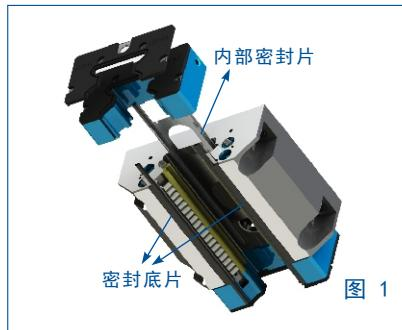

图 1
- 1) 采用密封端盖和密封底片，以防止尘埃、杂物进入滑块内部，如图1所示。
- 2) 内部密封：内部密封是当滑块两端密封端盖不能充分阻挡异物，以致有少部分进入滑块内部时，防止这些异物进入滚道，影响导轨副使用寿命。如图1。